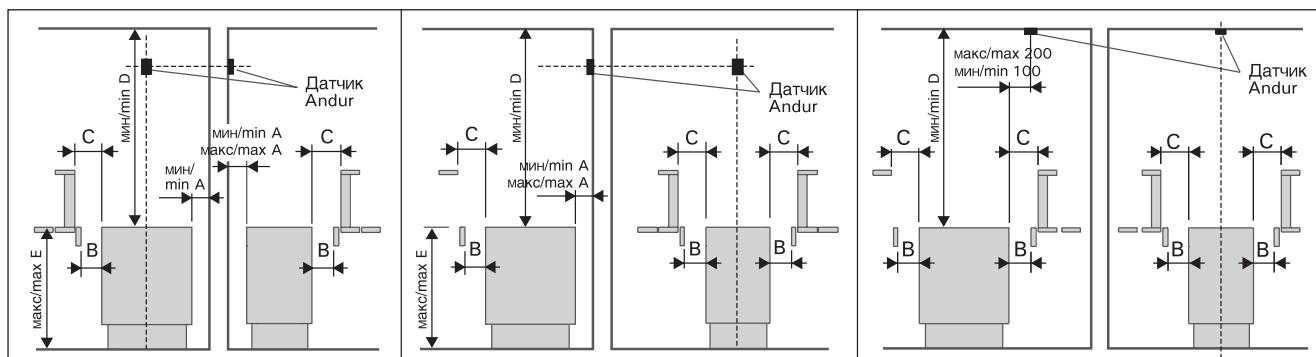

Рис. 3. Безопасные расстояния каменки. Вним.! Если значение Е больше Е макс., то И мин. = С мин.
- При расположении каменки выполняются условия минимальных расстояний, изображенных на рис. 3 и указанных в таблице 1. **Значения необходимо соблюдать, так как пренебрежение ними может привести к возникновению пожара.**
Перед установкой необходимо принять во внимание минимальные расстояния до легковозгораемых материалов. См. табл. 1 и рис. 3.